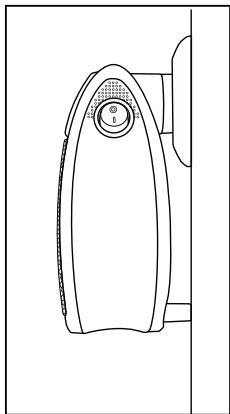

Fig. 1
- O aparelho só pode ser utilizado numa tomada elétrica, na posição vertical, e completamente montado. Os distanciadores ⑩ têm de tocar na parede (ver fig. 1).